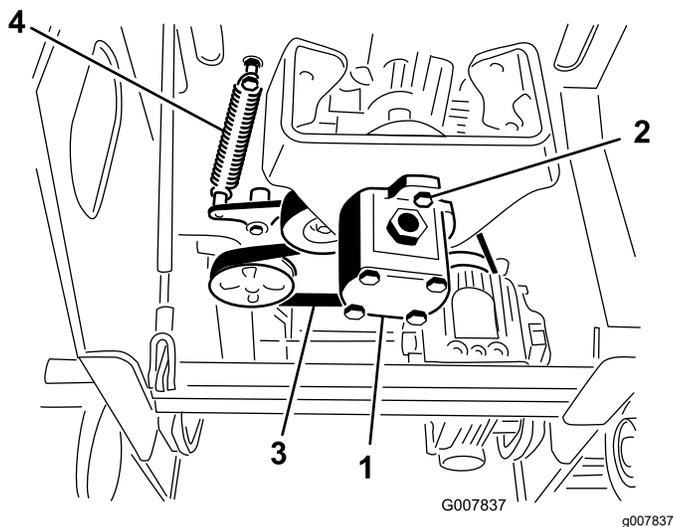

図 47
5. ポンプボルト2本をゆるめる **図 47**。
6. ポンプを左方向にひねってプーリから外す **図 47**。
7. スプリングプラー 特殊工具代理店でお求めくださいまたは頑丈な金属製のフックを使って、アイドラプーリのスプリングをボルトから引き離し、ベルトのテンションをゆるめる **図 47**。